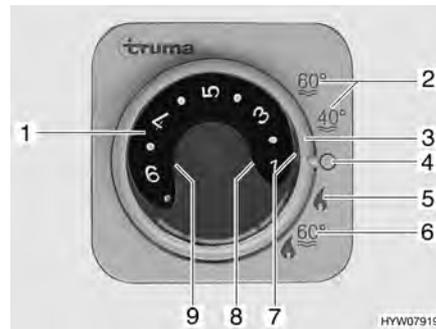

Fig. 135 Centralina di controllo per riscaldamento/boiler
- Impostare la modalità di funzionamento tramite l'interruttore girevole (Fig. 135,3).
A seconda della temperatura ambiente desiderata, il riscaldamento seleziona automaticamente il livello del bruciatore necessario. Al raggiungimento della temperatura ambiente desiderata, il bruciatore si spegne. Durante la modalità di funzionamento "Riscaldamento e boiler" (Fig. 135,6) è riscaldata anche l'acqua nel boiler. Nella modalità di funzionamento "Riscaldamento senza boiler" (Fig. 135,5) è possibile far funzionare il riscaldamento con il boiler vuoto.
- Impostare la manopola della temperatura (Fig. 135,1) sulla centralina di controllo scegliendo la potenza desiderata.
- Posizionare l'interruttore girevole (Fig. 135,3) su funzionamento invernale "Riscaldamento senza boiler" (Fig. 135,5) o "Riscaldamento e boiler" (Fig. 135,6).
Si accende la spia verde di controllo (Fig. 135,7).
- Posizionare l'interruttore girevole (Fig. 135,3) su "O" (Fig. 135,4).
La combinazione funzionamento a gas e funzionamento elettrico a 230 V diminuisce il tempo di riscaldamento (è possibile solo se il riscaldamento viene impostato sulla centralina di controllo (Fig. 135) su funzionamento invernale). Se viene selezionato il funzionamento elettrico a 230 V, la spia gialla di controllo si accende (Fig. 136,6).